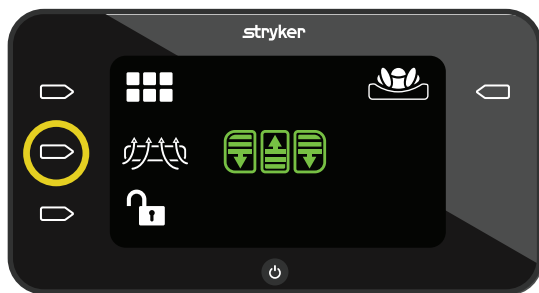

Abbildung 36 – LAL aus
1. Zum Einschalten von LAL die **Aktionsschaltfläche** neben dem Symbol **LAL aus** drücken (Abbildung 36).